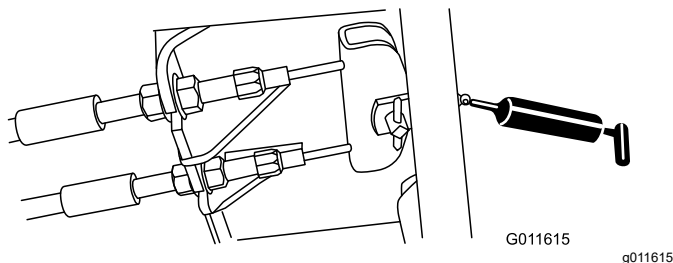

Рисунок 74
- Педаль тормоза (1 шт.) (Рисунок 74)